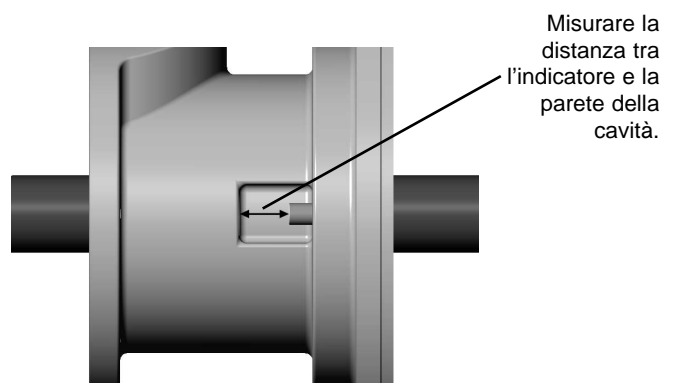

Figura 1. Misurazione iniziale dell'indicatore di usura
Prima di installare il corpo del giunto (1) è indispensabile rilevare ed annotare la distanza dell'indicatore di usura come illustrato in Figura 1.